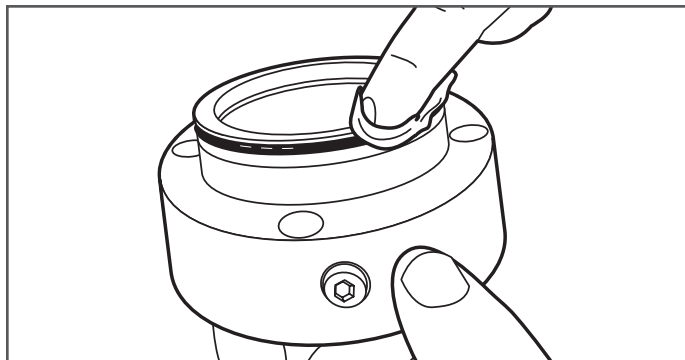

Figure 9-9
9. Reposez le joint torique extérieur. Appliquez une quantité généreuse de graisse de roulement ou de graisse au lithium propres sur le joint torique extérieur (Figure 9-9).